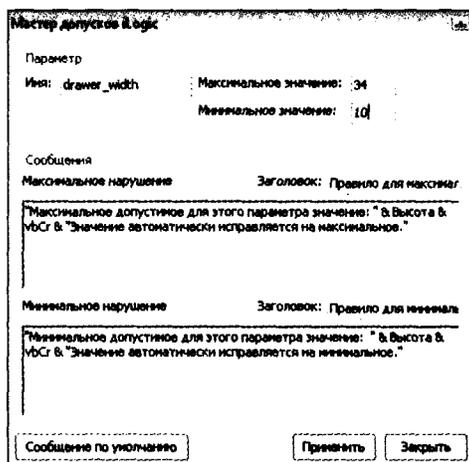

Рис. 15.26. Использование мастера для установки диапазона размера передней крышки ящика
6. В диалоговом окне **Мастер допусков iLogic** введите имя параметра `drawer_width` и установите максимальное значение **34**, а минимальное – **10**, как показано на рис. 15.26.